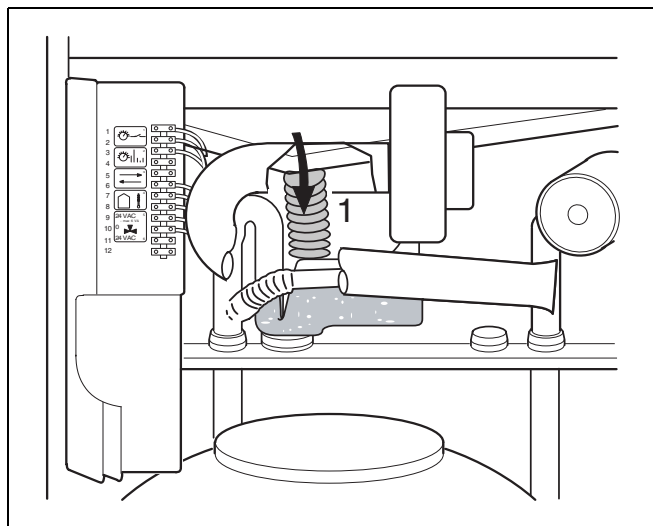

Fig. 19 Riempire il sifone con acqua
- Staccare il tubo flessibile dalla piastra di raccolta condensa (fig. 19, pos.1).